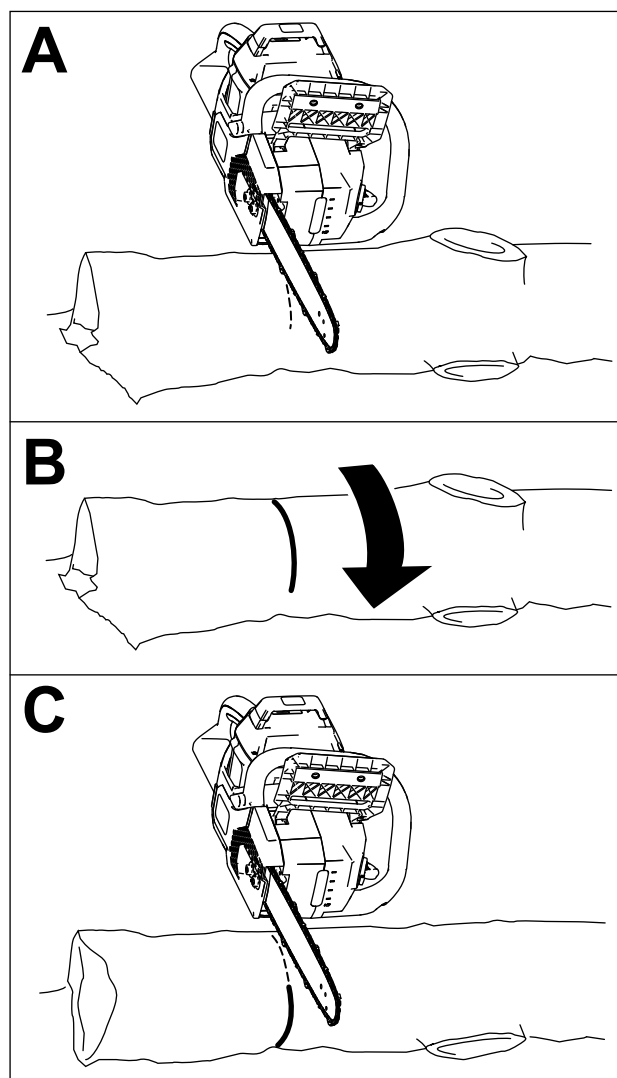

Figure 21
- Si la bille repose sur toute la longueur à plat sur un sol de niveau, sciez un tiers du diamètre en partant du haut, puis faites rouler la bille pour exposer le dessous et pratiquez une autre coupe pour rejoindre la première (Figure 21).